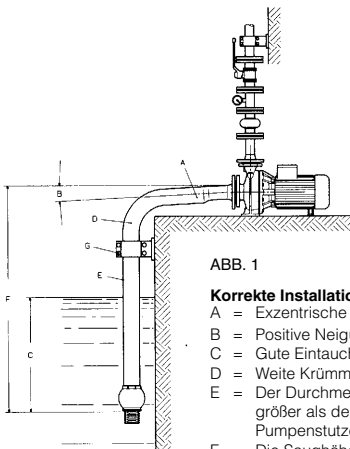

ABB. 1
5.5 Saug- und Druckleitungen (siehe Schema der Abb. 1)